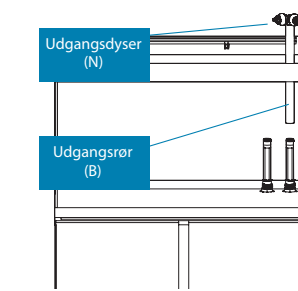

Fig. 4
3. Åbn akvarieskabet. Skru og stram ringmøtrikken (R) på den nederste ende af røret (A)
4. Sæt udgangsdysen (N) i den ene ende af udgangsrøret (B).
5. Placér udgangsrøret (B) på tilslutningsrøret (A) (fig. 4).
6. Justér højden på udgangsdyserne efter behov, ved at skubbe udgangsrøret (B) langs tilslutningsrøret (A).
7. Udgangsdyserne (N) kan let drejes for at aflede vandstrømmen i den retning der ønskes.